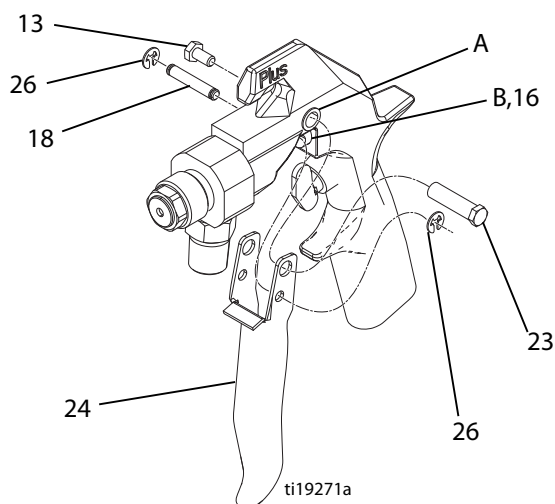

Рис. 17
7. Установите курок (24) в правильном положении на корпусе пистолета. Вставьте шарнирный штифт (23) в верхнее отверстие (A) и закрепите винтом (13) с каждой стороны. Убедитесь в том, что е-образный зажим (26) установлен на одном конце штифта пускового курка (18). Опустите штифт через меньшие отверстия курка и через паз (B) в пружинной направляющей (16). При необходимости поверните и выровняйте пружинную направляющую. Установите другой е-образный зажим (26) на штифт. См. Рис. 17.